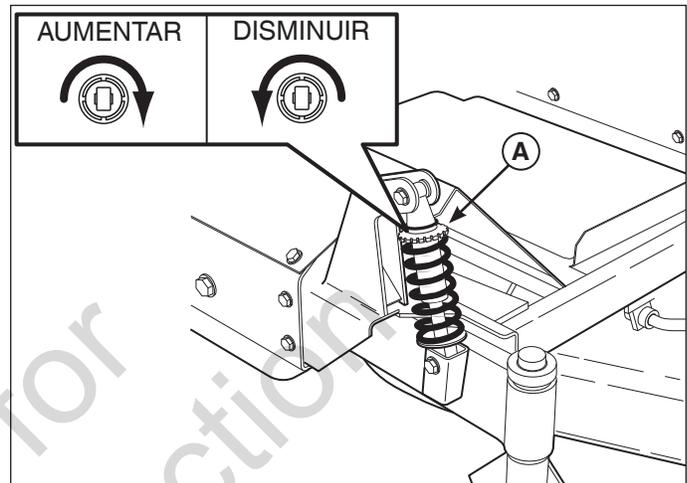

Figura 17. Ajuste de la suspensión delantera
2. Gire el collar (**A**, Figura 17) de ajuste de precarga en SENTIDO HORARIO para aumentar la precarga, y en SENTIDO CONTRA HORARIO para disminuirla. Asegúrese que los dos amortiguadores estén ajustados a la misma cantidad de precarga.